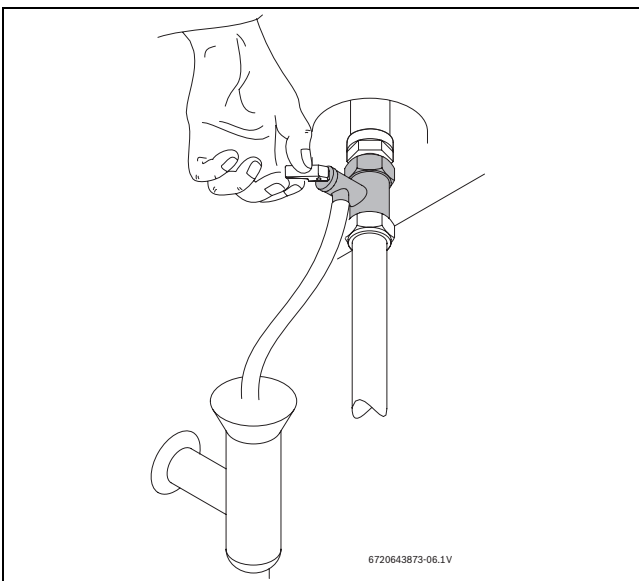

Рис. 12 Відкривання запобіжного клапана вручну
- ▶ Відкрийте запобіжний клапан (→ Рис. 12).
- ▶ Відкривайте запобіжний клапан вручну щонайменше раз на місяць (→ Рис. 12).